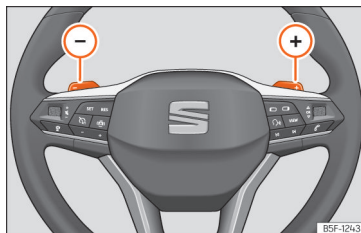

Abb. 119 Lenkrad: die Hebel für Automatikgetriebe.
- Tippen Sie die Schaltwippe (+), um einen Gang hochzuschalten »» (Abb. 119).